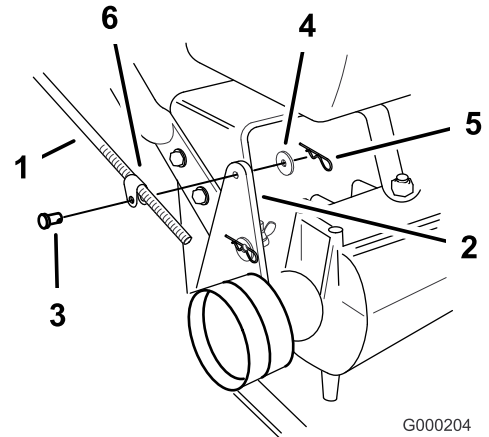

Figura 15
- Retire el pasador de horquilla, la arandela y el pasador que sujetan el acoplamiento de la varilla de control al soporte de la polea tensora (Figura 15).